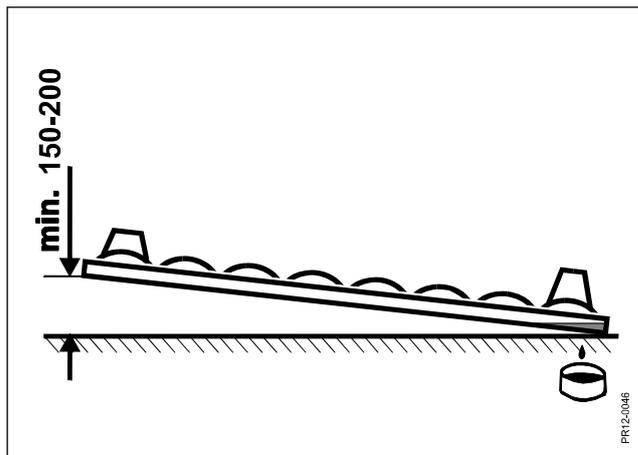

Fig. 4-2
**Fig. 4-2** Der Ölwechsel ist am einfachsten, wenn man die Maschine einige Minuten arbeiten lässt, dabei werden eventuelle Unreinheiten gut mit dem Öl vermischt und beim Ölwechsel entfernt.